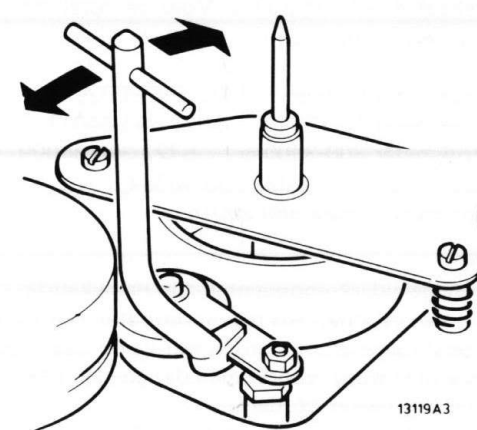

Fig. III-18
- Indien nodig kan het tussenwiel met de hefboom 4822 395 80084 correct ingesteld worden (zie fig. III-18).